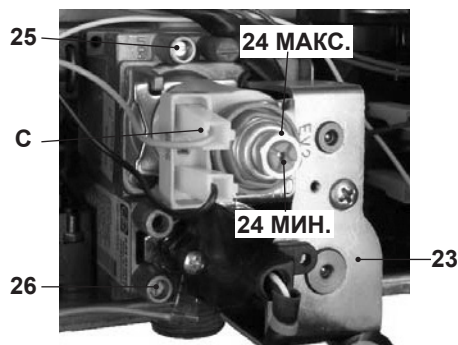

Рисунок 7.3
Выпустите достаточное количество горячей воды. Сравните значение измеренного давления со значениями, указанными в таблицах Максимальное газовое давление горелки. Для калибровки давления в горелке необходимо поворачивать большую шестиугольную латунную гайку модулирующего устройства 24 MAX, см. Рисунок 7.3 (давление увеличивается при повороте по часовой стрелке).
- Отсоедините провод питания С модулирующего устройства 24. Внимательно следите за тем, чтобы не прикасаться к металлическим частям котла, см. Рисунок 7.3.
- Сравните значение замеренного давления со значениями, указанными в таблицах Минимальное газовое давление на горелке. Чтобы откалибровать давление в горелке, открутите пластиковый винт (24 MIN на Рисунок 7.3), удерживая
неподвижной большую шестиугольную латунную гайку (24 MAX на Рисунок 7.3) модулирующего устройства (при вращении по часовой стрелке давление увеличивается).
- Подключите провод питания, см. С на Рисунок 7.3 модулирующего устройства.
- **Тщательно закройте отвод для замера давления 25 на Рисунок 7.3.**